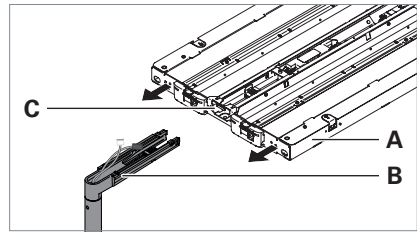

Fig. 2: Leuchtenkopf auf Tragarm montieren.
- Schieben Sie das Leuchtenchassis **A** auf den Tragarm **B** und führen Sie dabei die Leitungen durch den Durchbruch **C** an der Seite des Leuchtenchassis, siehe Fig. 2.